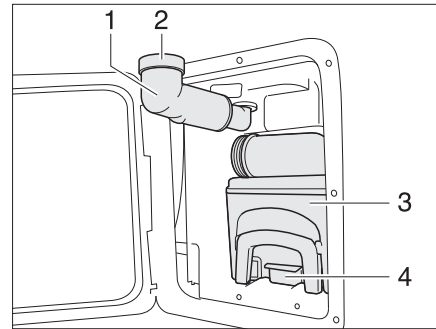

Fig. 143 Cassetta Thetford
- Ruotare il bocchettone di riempimento dell'acqua potabile (Fig. 143,1) verso l'esterno.
- Rimuovere il coperchio a vite (Fig. 143,2).